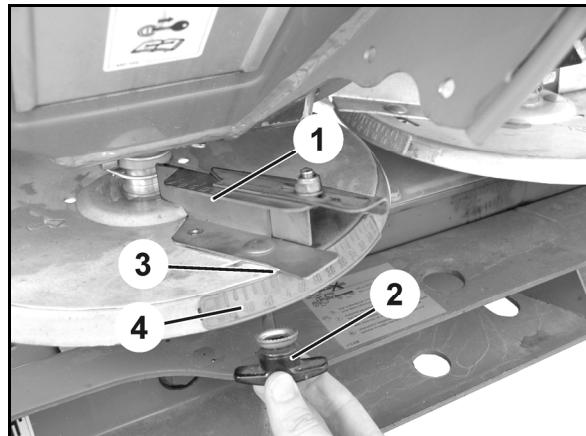

Рис. 80
5. Установите распределяющую лопасть с ограничением дальности распределения(Рис. 80/1) с помощью барашковой гайки (Рис. 80/2) на распределяющий диск.
6. Установите указатель (Рис. 80/3) на число на шкале (Рис. 80/4) согласно таблице норм внесения удобрений и снова затяните барашковую гайку (Рис. 80/2).